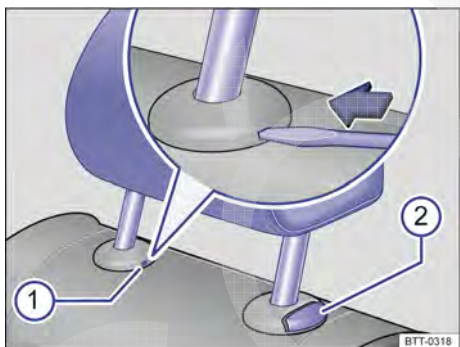

Fig. 85 Desinstalar o apoio para cabeça traseiro.
- Pressionar a lâmina da chave de fenda na fenda da capa de cobertura → Fig. 85 ❶ no sentido da seta e segurar nesta posição.
- Ao mesmo tempo, pressionar o botão ❷, enquanto outra pessoa retira totalmente o apoio para cabeça.